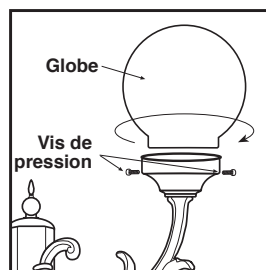

Figure 5
- d. Si les têtes sont à globe, mettre d'abord la ou les ampoules en place. Faire pivoter le globe en place et le bloquer au moyen des vis d'ajustement, en faisant attention de ne pas trop serrer car une pression excessive pourrait entraîner une rupture du globe (voir la figure 5).